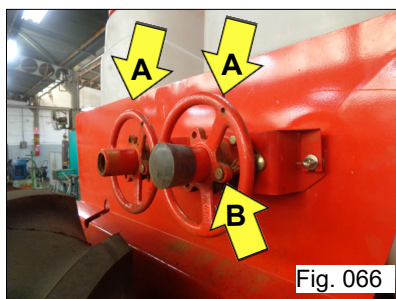

Fig. 066
A regulagem dos rotores acanalados é efetuada pelo volante "A" posicionado nas laterais da semeadora (Fig. 066). Ao movimentar o volante o sistema aciona os dois eixos dos rotores acanalados. Para efetuar a regulagem de abertura dos rotores acanalados, proceda da seguinte forma:
- Retire a trava de aço "B" (Fig. 066) que prende o pino trava do volante ao suporte;